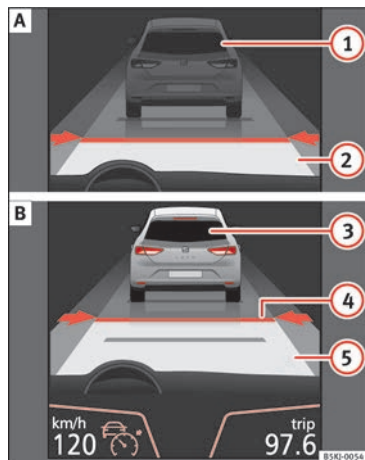
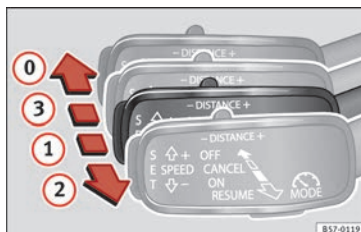
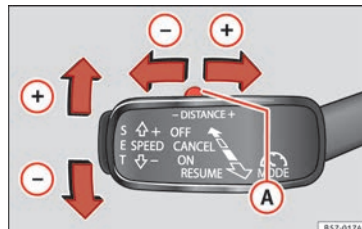

Fig. 196 En la pantalla del cuadro de instrumentos: (A) ACC inactivo (Standby). (B) ACC activo.
Fig. 198 A la izquierda de la columna de la dirección: tercera palanca para manejar el control adaptativo de velocidad.
Fig. 199 A la izquierda de la columna de la dirección: tercera palanca para manejar el control adaptativo de velocidad.
Indicaciones en la pantalla »» **fig. 196:**
Cuando el control adaptativo de velocidad (ACC) está conectado, en el cuadro de instrumentos se ilumina el testigo de control verde (ACC) y en la pantalla se muestra la velocidad programada y el estado del ACC » **fig. 196**.
Una vez iniciada la marcha, si se desea establecer la velocidad actual como velocidad de crucero del vehículo y activar el ACC, pulse la tecla **SET** » fig. 199. En caso de que se desee incrementar o disminuir la velocidad en intervalos de 1 km/h (0,6 mph), desplace la palanca hacia la posición ② » fig. 198 o pulse la tecla **SET** respectivamente.
La velocidad programada puede modificarse con el vehículo detenido o durante la conducción según se desee. Cualquier modificación en la velocidad programada se visualizará en la parte inferior izquierda de la pantalla del cuadro de instrumentos » fig. 196.
Para aumentar o reducir el nivel de distancia pulse la tecla basculante hacia la derecha/izquierda » fig. 199 ①.
- Para activar el ACC, con la tercera palanca situada en la posición ① se debe pulsar la tecla **SET** o se debe desplazar la tercera palanca del ACC hasta la posición ② » fig. 198. En ese momento la imagen del ACC en la pantalla del cuadro de instrumentos pasará a modo *Activo* » fig. 196.
Para desconectar el ACC desplace la palanca a la posición ③ » fig. 198 (encastrada). En
Si no se desea desconectar el ACC sino pasarlo de forma temporal a modo inactivo (Standby), desplace la tercera palanca a la posición ③ » fig. 198 o pise el pedal del freno.